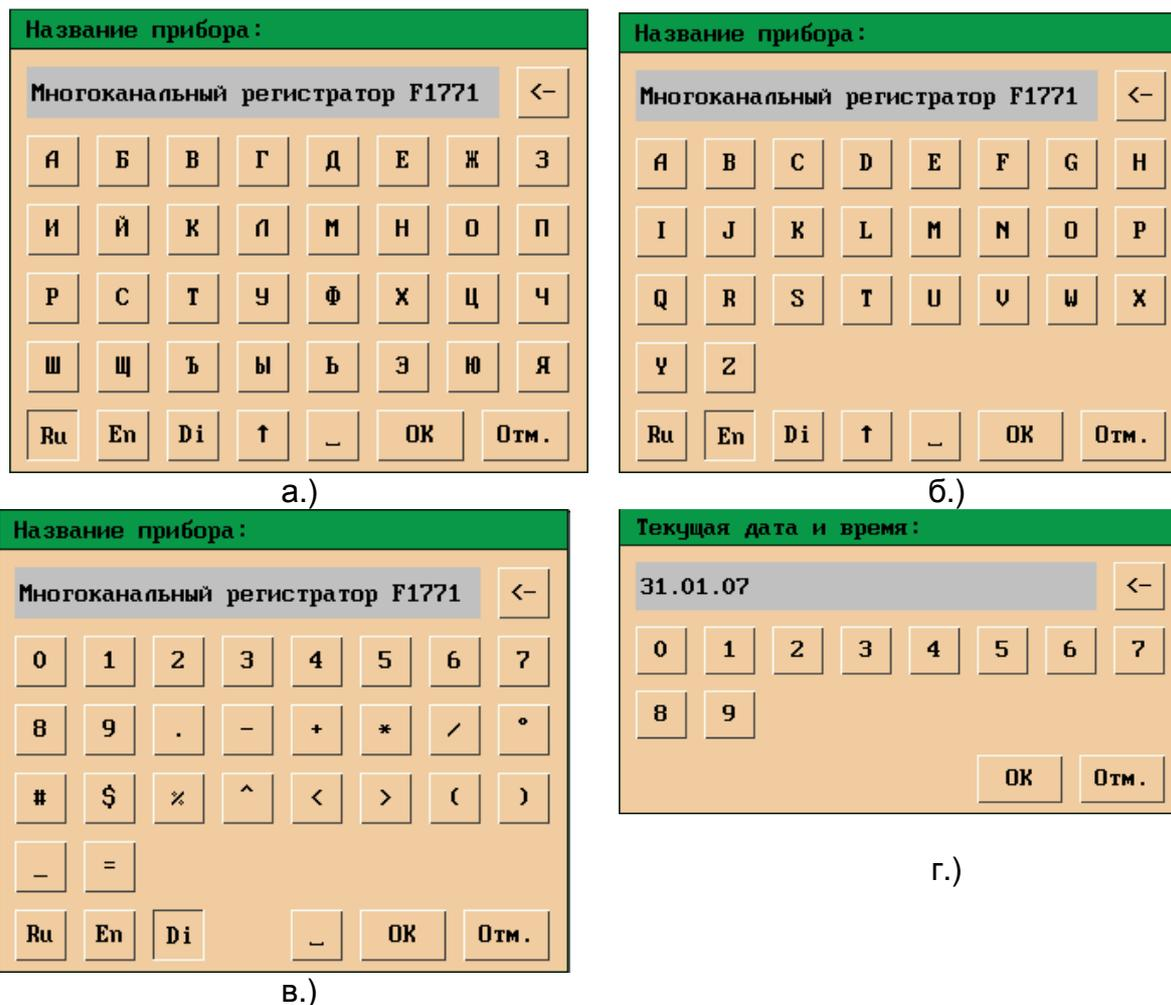

Рисунок 17
5.1.1 Окно ввода символов, рисунок 17.
Окно ввода символов позволяет вводить символы на русском (рисунок 17а.) и английском (рисунок 17б.) языке, а так же цифры и специальные символы (рисунок 17в.). В заголовке окна отображается редактируемый параметр. В ряде случаев ис-
пользуется окно ввода символов, позволяющее ввести только цифровые значения (рисунок 17г.).